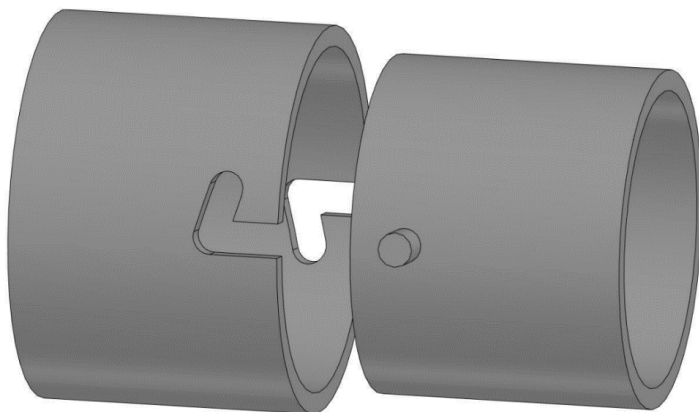

Рис. 2 Пример байонетного соединения
1. Сконструировать и изготовить макет байонетного соединения (рис. 2).